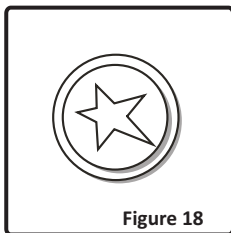

Figure 18
**Allumer à l'aide d'allumeur-étincelle :** Appuyez sur le robinet du brûleur que vous voulez utiliser et tournez le bouton dans le sens antihoraire jusqu'à ce que le bouton se retrouve à la position maximale. Ensuite, avec l'autre main, appuyez parallèlement sur le bouton d'allumage (Figure 18) . Appuyez immédiatement sur le bouton d'allumage, parce que si vous attendez, une accumulation de gaz peut amener la flamme à se propager. Continuez à appuyer sur le bouton d'allumage jusqu'à ce qu'une flamme stable apparaisse sur le brûleur.